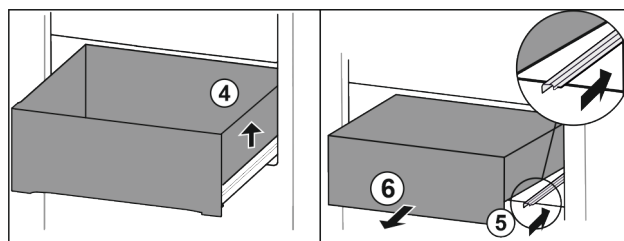

Fig. 18
- ▶ Lade rechts optillen. Fig. 18 (4)
- ▶ Rechter rail erin schuiven. Fig. 18 (5)
- ▶ Lade naar voren toe verwijderen. Fig. 18 (6)